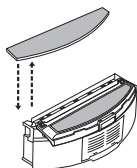

Рис.8
6. Разверните контейнер для пыли, вытащите тряпку, снимите Съемную панель и вытащите левый и правый зажимы, расположенные снизу контейнера для пыли. (См.рис.8 и 9) Все части должны быть в собранном состоянии перед разборкой